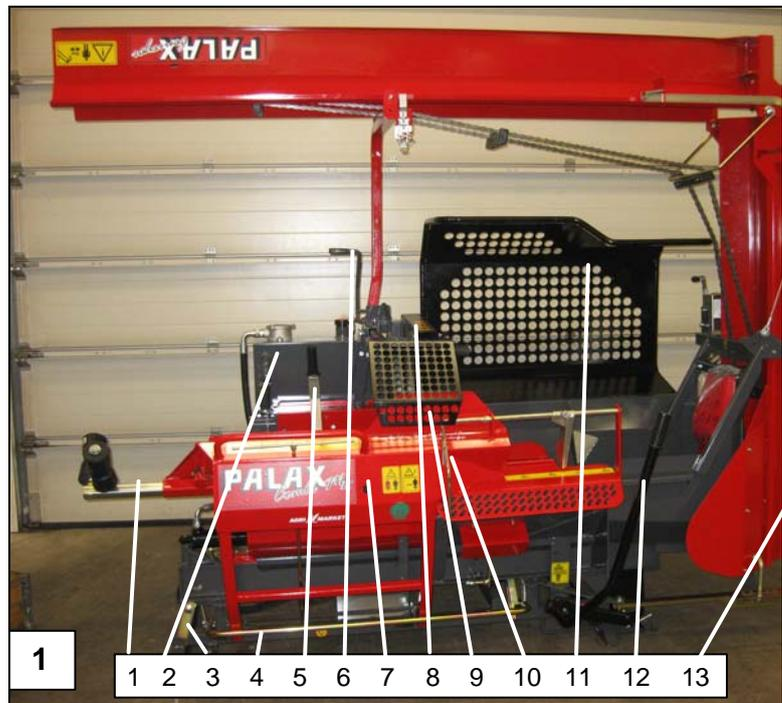

Abb. 1. Hauptbestandteile der Maschine
- Um Transportschäden vorzubeugen, wurden der Spaltkreuzverstellhebel 12, der Einstellhebel für den Längenbegrenzer 10 und das Schutzgitter des Quersägeblatts 9 abgebaut und separat verpackt. (Abb. 1)
**Befestigen Sie das Schutzgitter 9 wie in Abb. 1 gezeigt so, dass seine Vorderkanten mit den Vorderkanten des Schutzgitters 11 für den Spaltkanal auf einer Linie liegen.**